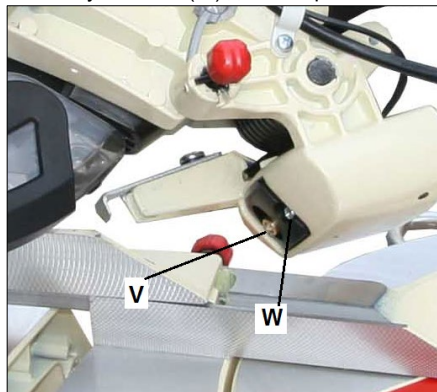

Рис. 9
Лазерный указатель (V, Рис. 9) необходимо настроить таким образом, чтобы луч совпал с линией распила. Используйте винт (W) для настройки.